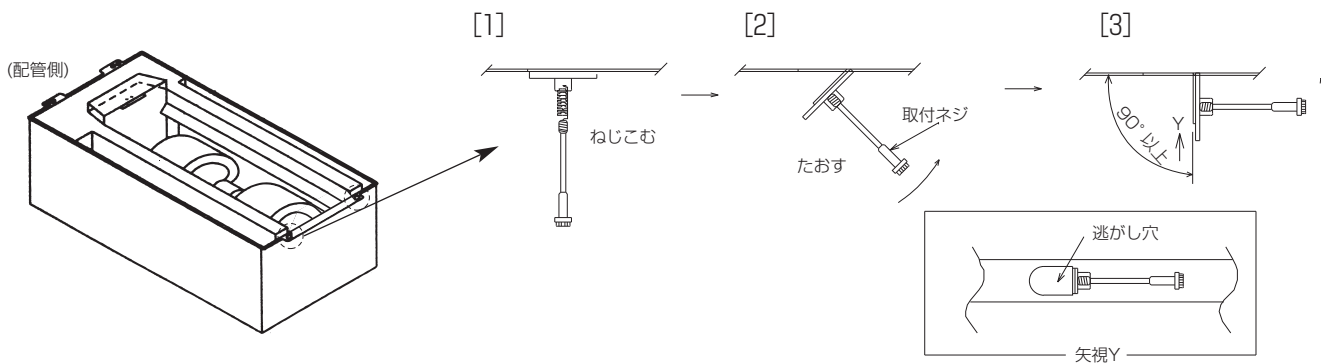

図3 ネジ座の折り曲げ作業要領図
- ・ 本体4カ所のパネル取付ネジ座を図3に示すように折り曲げて、パネル取付ネジの逃がし穴を設けてください。(付属のパネル取付ネジを使用するときの例を示します。)